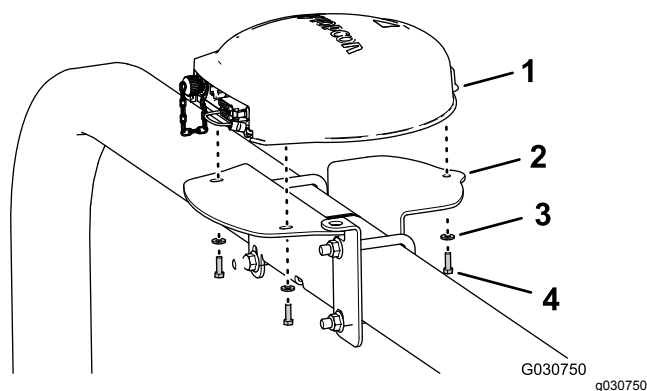

Figura 126
4. Allineate i 3 filetti alla base del ricevitore di navigazione con i 3 fori nel supporto del ricevitore (Figura 126).
5. Montate il ricevitore sul supporto (Figura 126) con i 3 bulloni a testa esagonale (5 x 16 mm) e 3 rondelle (5 mm).